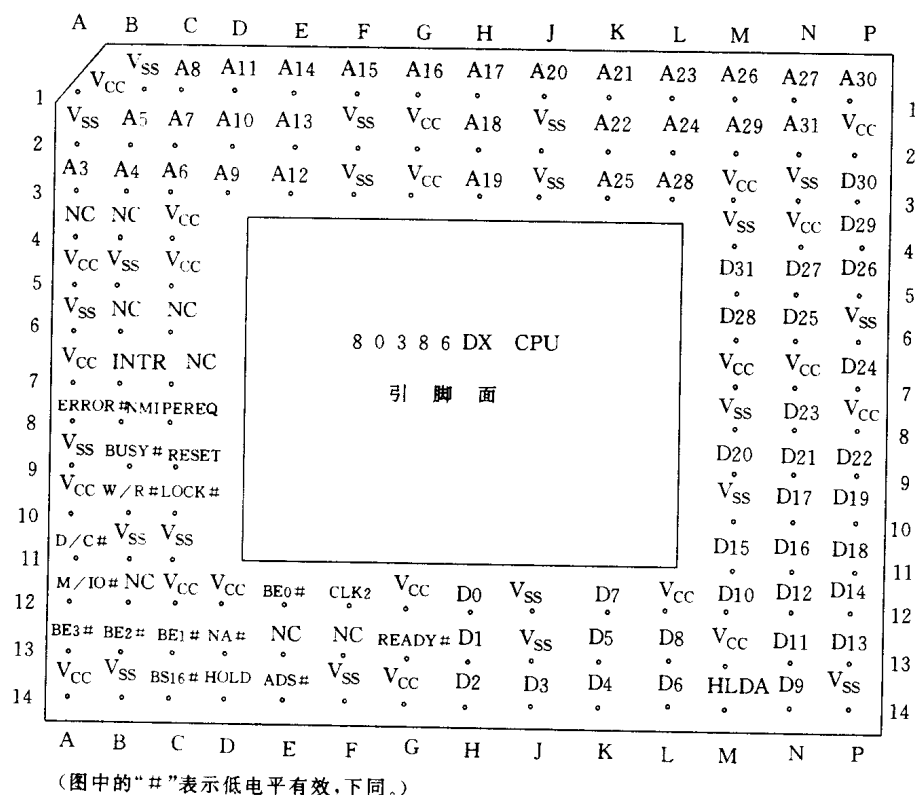

图 2-4 80386DX CPU 的引脚配置
(1)80386DX CPU共有132个引脚,采用PGA(Pin Grid Array,引脚网状排列)封装,引脚配置如图2-4。